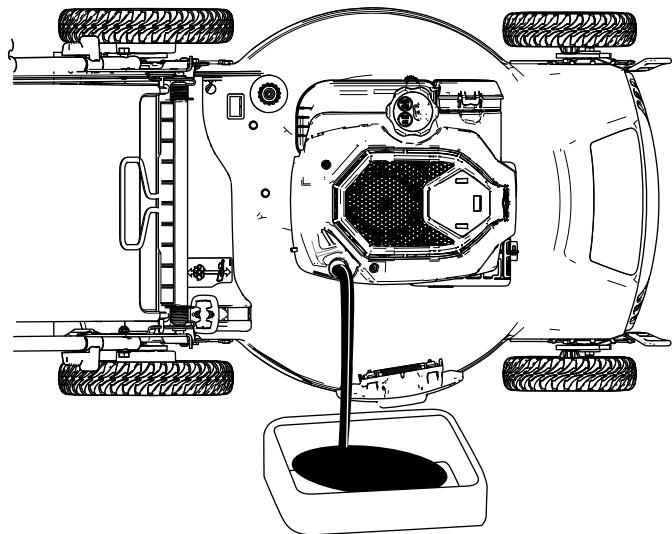
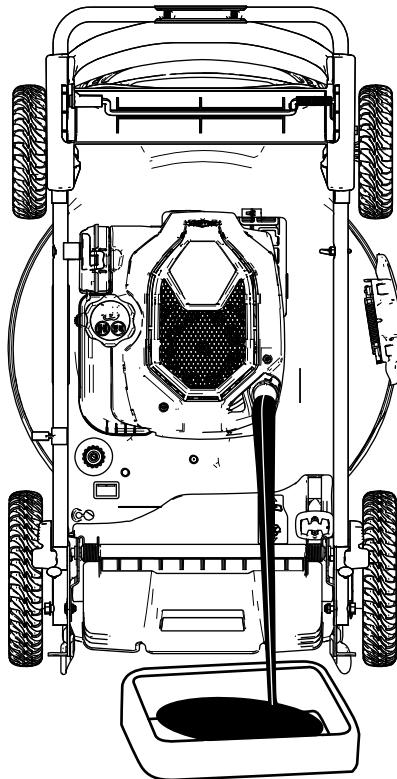

Figura 29
Figura 30
4. Incline a máquina para o lado (de forma a que o filtro de ar fique voltado para cima) para drenar o óleo utilizado para fora através do tubo de enchimento do óleo (Figura 29) ou coloque a máquina na posição de armazenamento vertical (Figura 30).